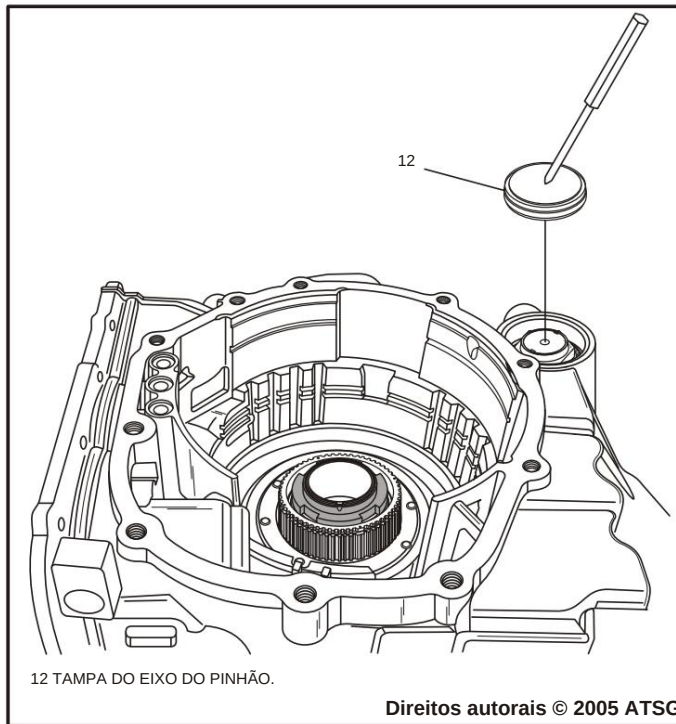

Figura 53
69. Usando uma chave de fenda ou furador, passe-o a tampa, conforme mostrado na Figura 53, e retire a tampa e descarte.